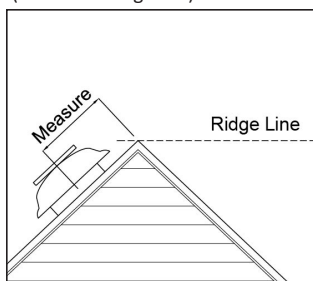

Figura 1
2. **Mide...** desde la cúspide del techo hasta el punto medio del respiradero eléctrico. (Consulta la Figura 1)